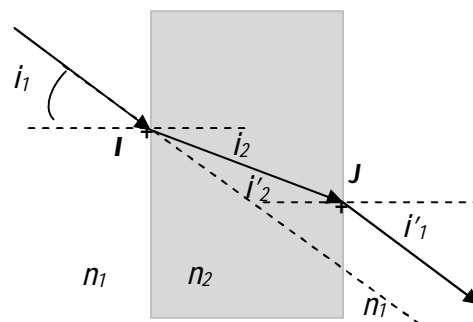

Fig.4
- ✓ Tracer des rayons incidents en I, faisant avec l'axe des angles de 20° , 35° , 50° , 70° ; (fig.4)